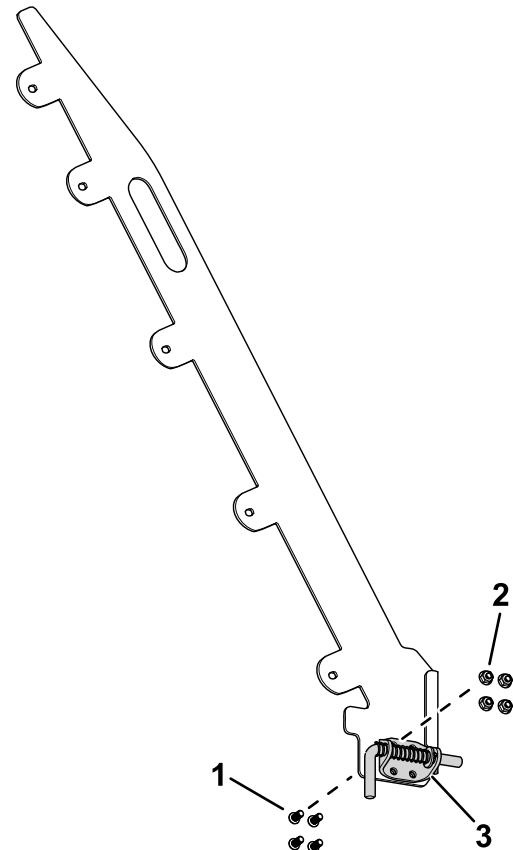

Figura 9
1. Utilize 4 parafusos de cabeça torx e 4 porcas (5/16 pol.) para fixar o suporte do trinco do pino à placa guia no conjunto da rampa (Figura 9).